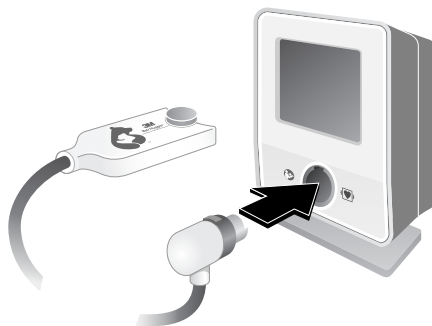

Figura 2-3: Parte frontal de la unidad de control
3. Conecte el miniconector DIN del cable del sensor a la parte frontal de la unidad de control (consulte la figura 2-3).